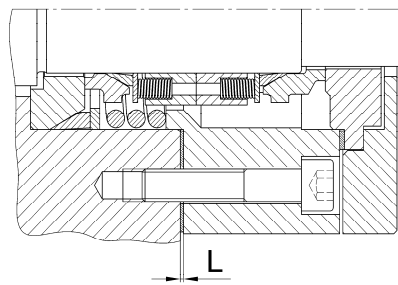

Рисунок 13.23 Размер L
- 11 При помощи глубиномера настройте размер L (см. рисунок 13.23 + таблицу 13.2).